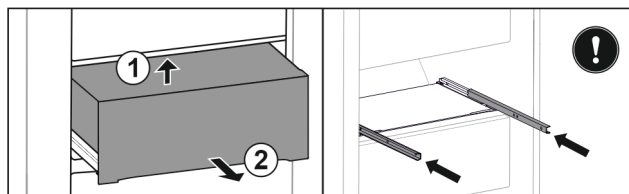

Fig. 37 *
- ▶ Emelje meg alulról a fiók hátulját Fig. 37 (1).*
- ▶ Vegye ki előre felé Fig. 37 (2).*